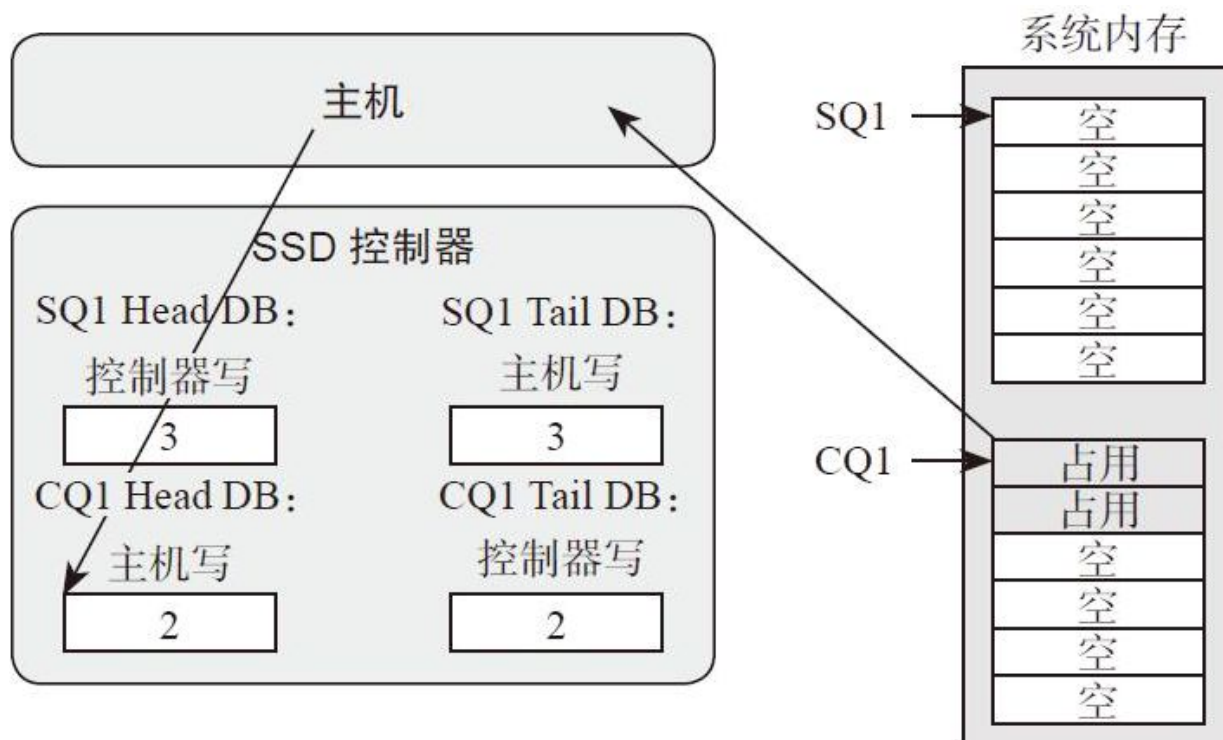

图6-18 主机处理完CQ中的两个命令状态
5) 主机收到SSD的短信通知（中断信息），于是从CQ1中取出那两条完成信息。处理完毕，主机又漂洋过海地往CQ1Head DB寄存器中写入CQ1的head，值为2，如图6-18所示。